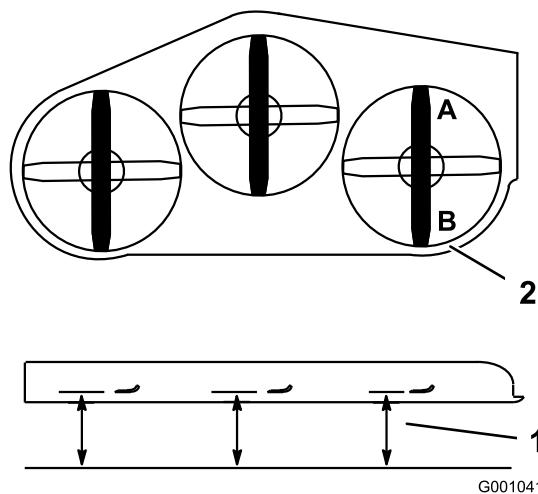

Figura 87
2. Coloque una cuchilla en posición longitudinal. Mida en las posiciones **A** y **B** desde una superficie nivelada hasta el filo de corte de los extremos de la cuchilla (Figura 87).